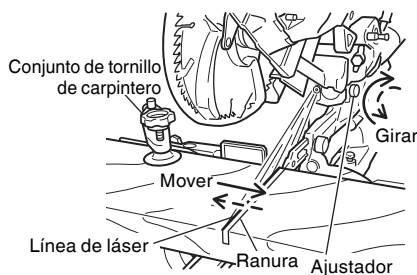

Fig. 20
- (2) Luego, gire el ajustador y desplace la línea de láser. (Si gira el ajustador en el sentido de las agujas del reloj, la línea de láser se desplazará hacia la derecha y si lo gira en sentido contrario a las agujas del reloj, se desplazará hacia la izquierda.) Cuando trabaja con la línea de tinta alineada con el lado izquierdo de la hoja de sierra, alinee la línea de láser con el extremo izquierdo de la ranura. (Fig. 20) Cuando la alinee con el lado derecho de la hoja de sierra, alinee la línea de láser con el lado derecho de la ranura.